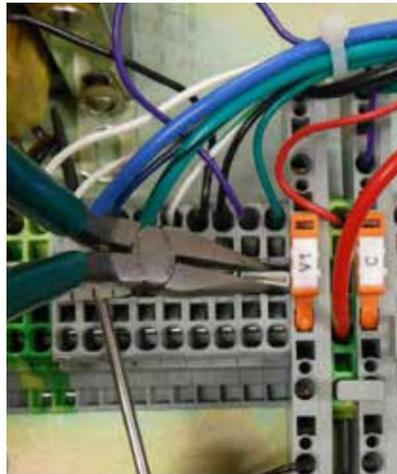
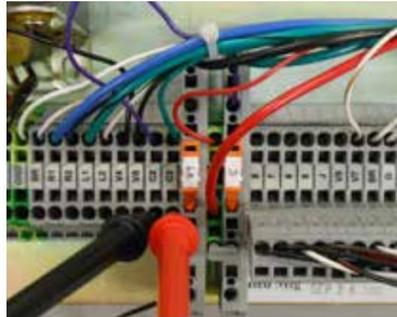

Figura 24. Retiro del puente entre C2 y C3.
Figura 25. Puntos de conexión del miliamperímetro.
7. Quite el puente de entre los bornes C2 y C3 a la izquierda del interruptor V1 en la tarjeta de bornes TB3 del tablero trasero. Vea la Figura 24. Coloque un miliamperímetro entre estos bornes. Vea la Figura 25.